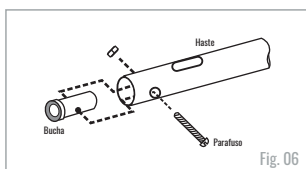

Fig. 06
2° - Encaixe a bucha (14) na parte inferior da haste, fig. 06;
4° - Encaixe a haste no eixo do motor, passe o parafuso (13), através da haste, fixando-o com a porca (11), fig. 06 e 07.